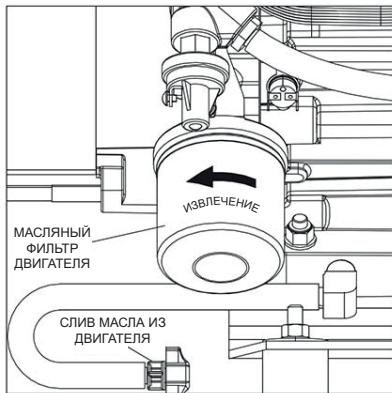

Рис. 4-2. Расположение масляного фильтра и слива
4. Слив масло, извлеките старый масляный фильтр, повернув его против часовой стрелки. Расположение фильтра см. на Рис. 4-2.